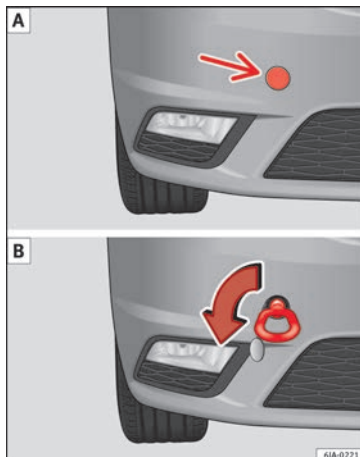

Bild 65 Höger sida på stötfångaren fram: fäste för bogserlina monterat
- Skruva in bogseröglan i skruvanslutningen » **bild 65** och dra åt med hylsnyckeln.